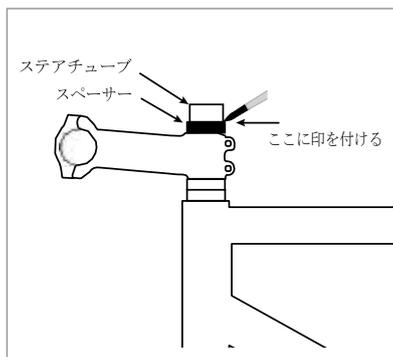

図6
8. 10 mm スペーサーをステムクランプの上に追加して、追加のステアチューブがある場合は、細字フェルトペンを使ってスペーサー上端に沿ってステアチューブに印を付けます(図6)。